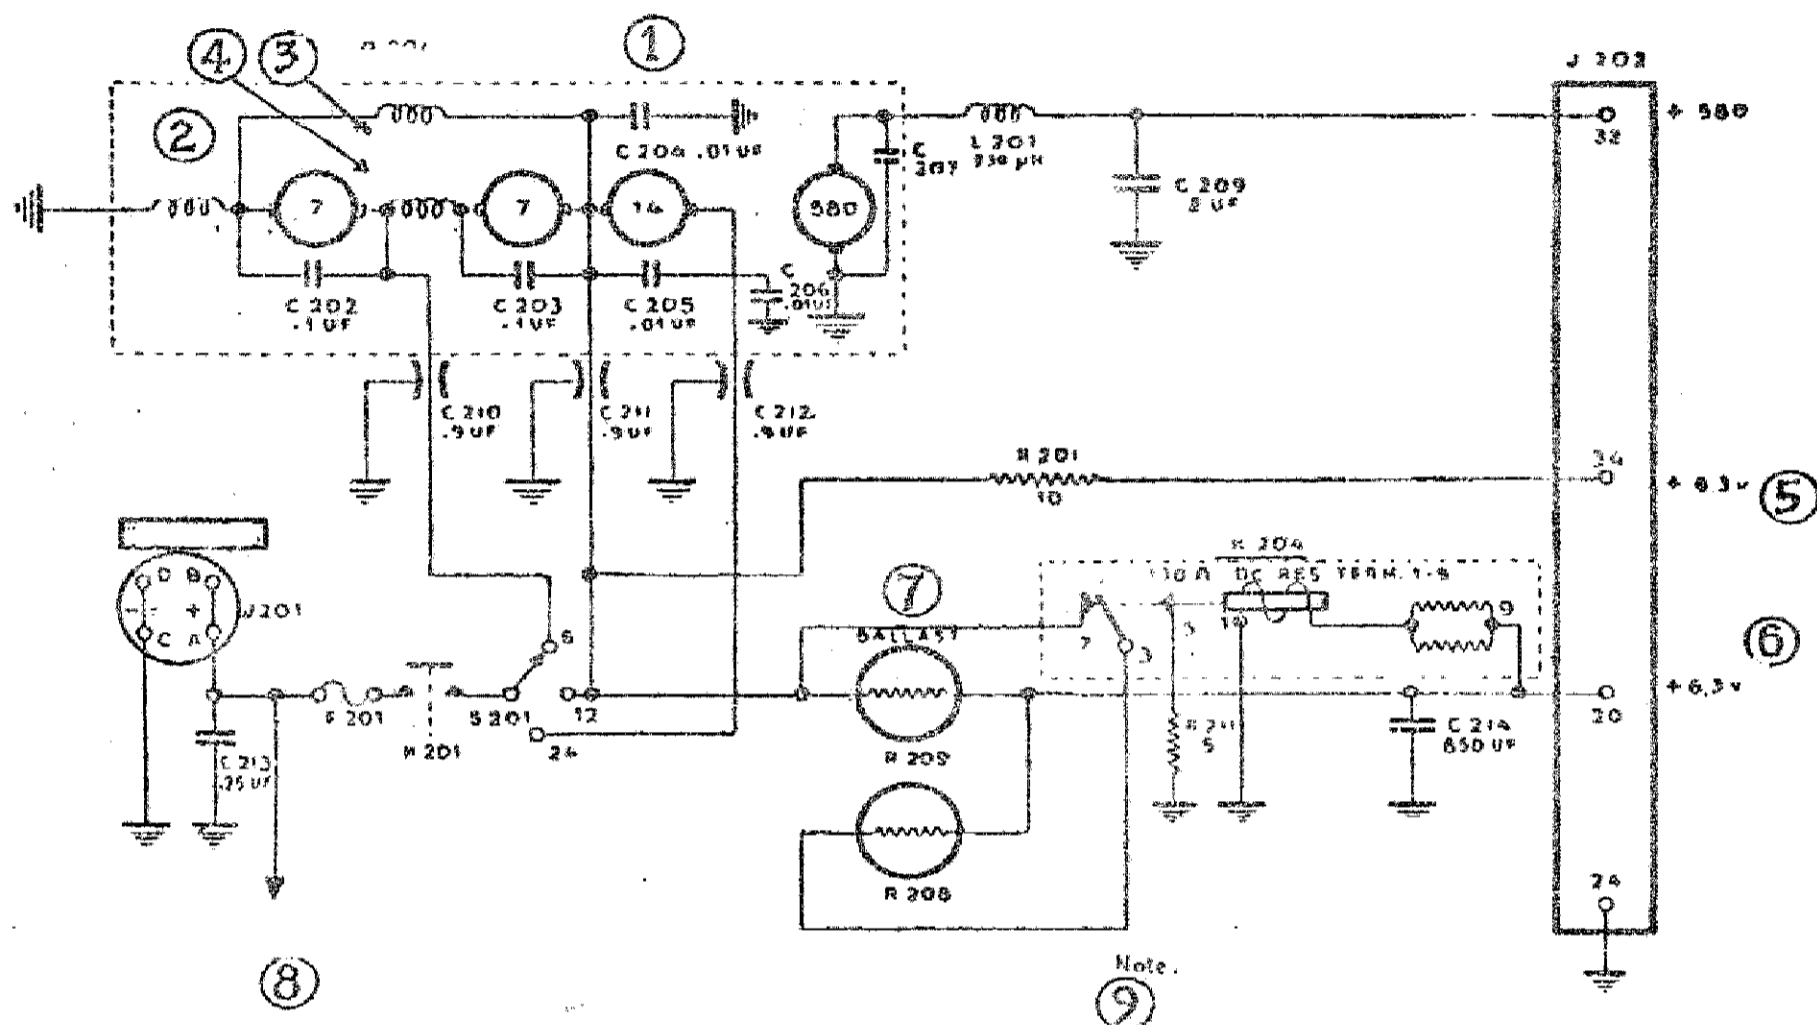

FIG. 41 - Alimentatore a motore dinamo DY-88/GRC-9 - Circuiti del motore dinamo.
b. CIRCUITI DI AVVIAMENTO DEL MOTORE DINAMO. — La tensione delle batterie viene applicata al motore dinamo attraverso il fusibile DYN FUSE F201, i contatti chiusi del relè di avviamento del motore dinamo K201 ed il commutatore di cambio tensione S201 (fig. 41). Il commutatore di cambio tensione S201 ed S210C consentono il funzionamento con tensioni di 6, 12 o 24 volt.
60 - Alimentazione dei filamenti del trasmettitore e del relè di commutazione (fig. 41).
d. L'uscita ad alta tensione del motore dinamo viene portata attraverso il terminale 32 dell'J202 alla placca della valvola amplificatrice di potenza, quando il comando (E) si trova sulla posizione SEND (fig. 41). Fino a quando il relè K101 non è eccitato ed i contatti 9 e 10 non sono chiusi per applicare tensione alla griglia schermo della valvola amplificatrice di potenza, non circola corrente anodica (figg. 32 e 33).
c. Tutti gli indotti hanno un campo comune di modo che gli indotti, non impiegati per la rotazione, si comportano da generatori. Quindi quando l'S201 (fig. 41) è sulla posizione 6 volt, il primo indotto a 6 volt agisce da motore ed il secondo indotto a 6 volt si comporta da generatore fornendo 6 volt che si addizionano alla tensione della batteria (12 volt circa). Similmente quando il commutatore S201 si trova nella posizione 24 volt, la tensione ai capi dei due indotti a 6 volt collegati in serie è di circa 12 volt per l'azione di partitore di tensione dei motori collegati in serie. Perciò con l'S201 su 6, 12 o 24 volt, la tensione ai capi dei due avvolgimenti a 6 volt è sempre di circa 12 volt. Questa disposizione fornisce una conveniente sorgente di tensione che può essere ridotta, a mezzo delle resistenze nel vuoto R208 ed R209 collegate in parallelo, al valore di 6,3 volt per alimentare i filamenti del trasmettitore (par. 60), anche se la tensione della batteria del veicolo è superiore od inferiore a quest'ultimo valore di tensione. Perciò, a causa dell'azione regolatrice del motore dinamo, che funziona a 6 o 24 volt, ed a causa dell'azione regolatrice delle due resistenze nel vuoto, ai filamenti del trasmettitore